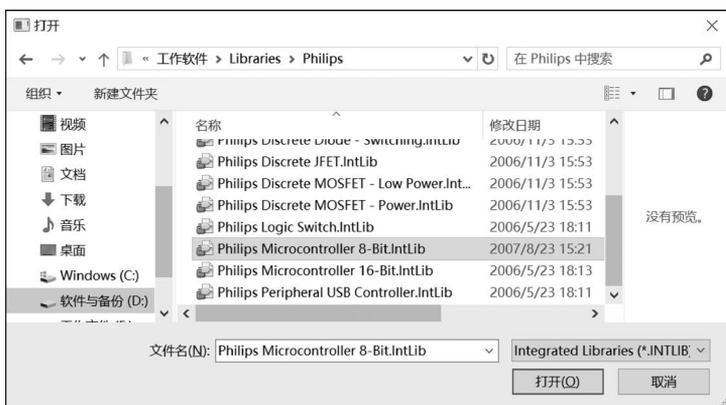

图 3.4 “打开”对话框
(2) 选择“已安装”标签，单击“安装”按钮，弹出“打开”对话框，如图 3.4 所示。选中需要加载的库，例如，集成库 Philips Microcontroller 8-Bit.IntLib。